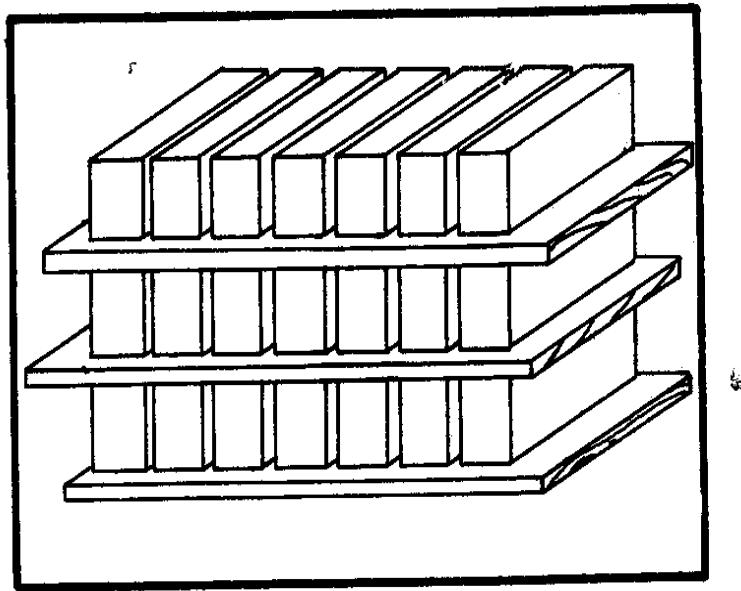

Fig. 20 - Blocks stacked for
64. en que Los bloques deben ponerse aplastan, unwarped, los tablones limpios, extensamente bastante para apoyar el lleno La anchura de de los bloques (Vea Fig. 20)